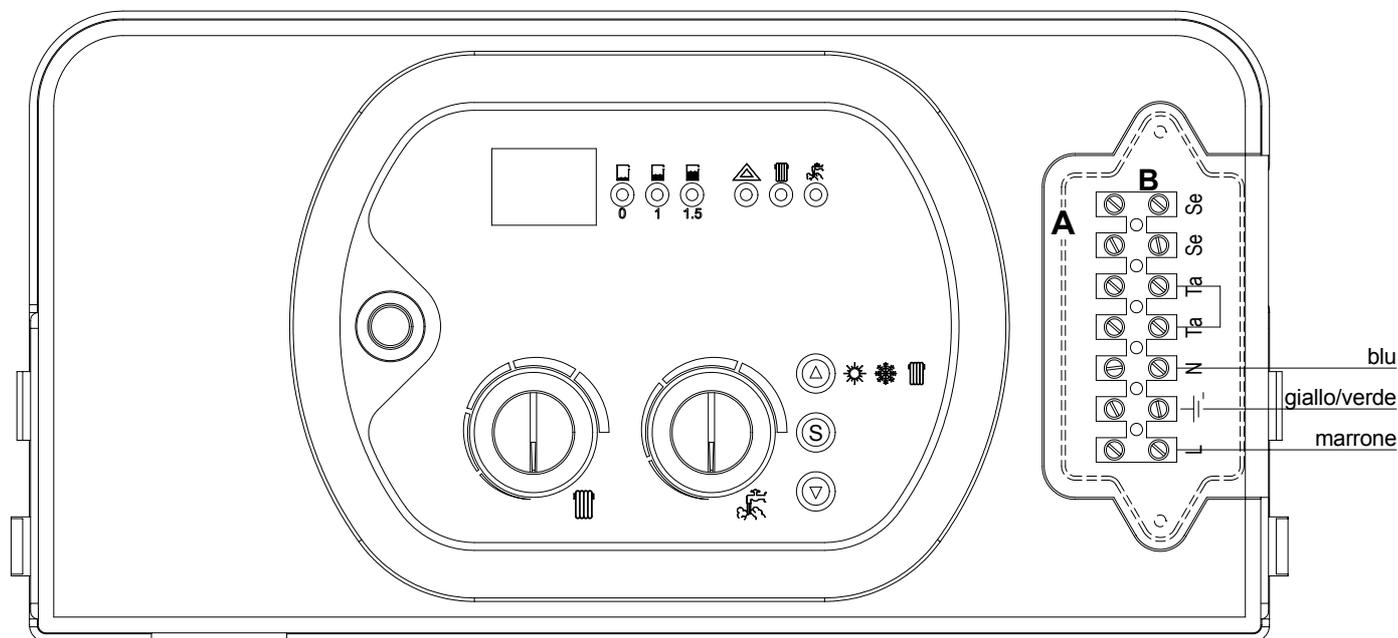

Fig. 1
- C. Rimuovere il piastrino A (vedi fig. 1).
LEGENDA COMANDI (fig. 1)